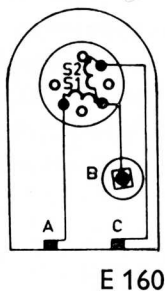

Fig. 13 *Aansluiten van de trillerspoel*
- Monteer de nieuwe spoel op de as; let er op dat de spoel in de juiste stand ten opzichte van de veer wordt gemonteerd, d.w.z. dat de twee onderste aansluitpunten van S1 (fig. 13) op gelijke hoogte moeten liggen.
- Sluit volgens fig. 13 aan.